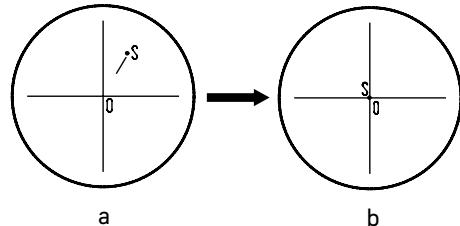

Рис. 15. Настройка канала визуализации
- Установите рукоятку переключения светового потока 4 в положение для наблюдения через окуляры и камеру. Наблюдая объект через окуляры, найдите отличительную точку в поле зрения (легко идентифицируемую цель, такую как точка S на рис. 15а), переместите объект на предметном столике так, чтобы данная точка находилась в центре поля зрения как показано на рис. 15б. Для этой процедуры вместо обычного препарата удобно использовать специальный калибровочный слайд с перекрестьем, а вместо обычного окуляра – окуляр с перекрестьем.